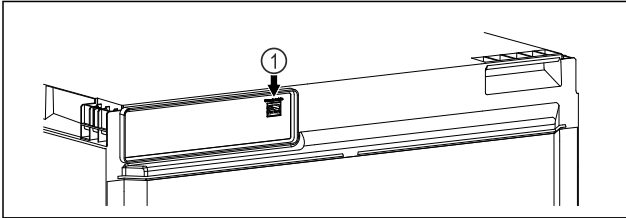

Fig. 18
- SmartModule Fig. 18 (1) установлен.